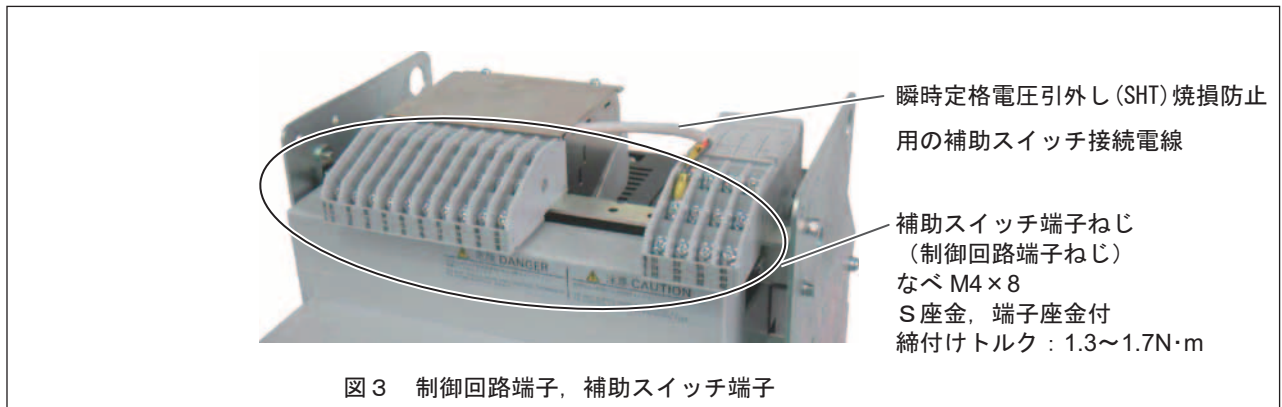

図3 制御回路端子，補助スイッチ端子
- ねじ端子形制御回路端子，補助スイッチ端子へは，図3の締付トルクで結線を行って下さい。